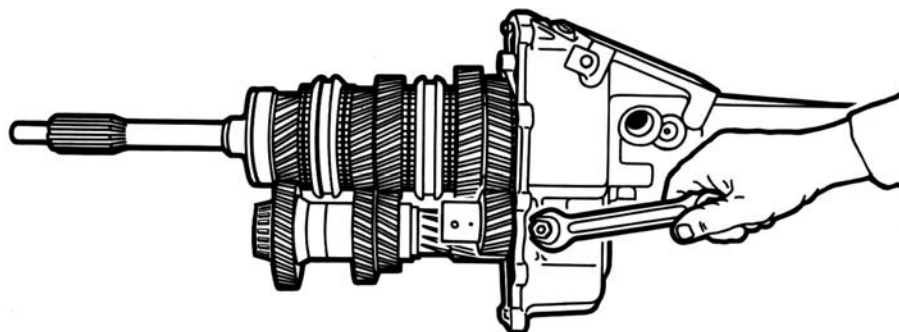

Рис. 4.16. Отворачивание болта крепления оси промежуточной шестерни заднего хода на заднем картере
- вывернуть болт крепления оси промежуточной шестерни заднего хода с левой стороны заднего картера (рис. 4.16).